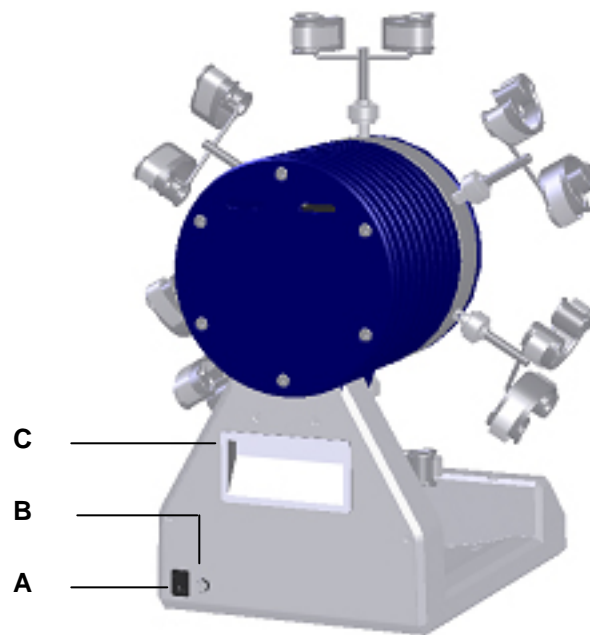
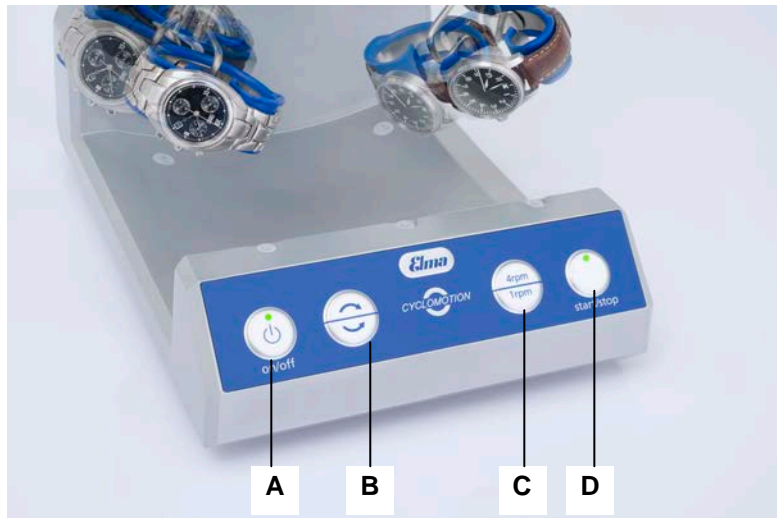

Fig. 3.8. Vista posterior
Fig. 3.9. Consola de mando
Conecte la fuente de alimentación suministrada a una toma de corriente con puesta a tierra reglamentaria tipo SCHUKO e inserte el conector en la conexión CC situada en el lado posterior del aparato (ver Fig. 3.8.B).
Encienda el Cyclomotion situando el interruptor principal (*ver la Fig. 3.8.A*) que se encuentra en el lado posterior del aparato (posición **I**) y pulsa la tecla **On/Off** (*Fig. 3.9.A*). Arranque el Cyclomotion con la tecla **start/stop** (*Fig. 3.9.D*), deje que el cabezal de varillas se desplace a la posición deseada y pare el Cyclomotion pulsando nuevamente la tecla **start/stop**.
4. Encienda el aparato con el interruptor principal (*ver Fig. 3.8.A*) que se encuentra en la parte posterior del aparato (posición **I**).
Ahora el aparato está correctamente conectado a la red eléctrica como se ha descrito en el *capítulo 4.2.* y se ha encendido con el interruptor principal (*ver Fig. 3.8.A*) (modo de espera). La tecla de encendido/apagado (tecla **on/off**) (*Fig. 3.9.A*) está iluminada en color rojo.
Para activar las funciones de la consola de mando encienda la tecla de encendido/apagado (*Fig. 3.9.A*).
Pulse la tecla de inicio/parada (tecla **start/stop**) (*Fig. 3.9.D*). La tecla de encendido/apagado (tecla **on/off**) (*Fig. 3.9.A*) está ahora iluminada en color verde. La máquina inicia ahora el régimen de dar cuerda.
4 rpm: Pulse la tecla superior del ajuste de la velocidad de rotación (*Fig. 3.9.C*). De fábrica está ajustada una velocidad de 4 rpm.
1 rpm: Pulse la tecla inferior del ajuste de la velocidad de rotación (*Fig. 3.9.C*).
Rotación hacia la derecha: Pulse la tecla superior del ajuste de la dirección de rotación (*Fig. 3.9.B*). De fábrica está ajustada la rotación hacia la derecha.
Rotación hacia la izquierda: Pulse la tecla inferior del ajuste de la dirección de rotación (*Fig. 3.9.B*).